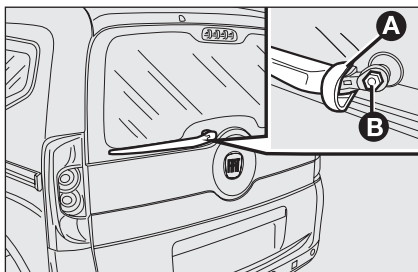

fig. 11
- soulever la couverture **A-fig. 11** et démonter le bras du véhicule, en dévissant l'écrou **B** qui le fixe au pivot de rotation;